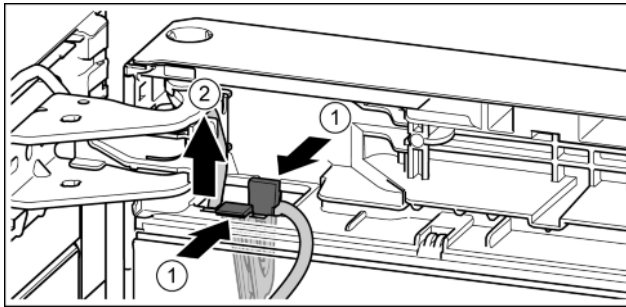

Fig. 19
- ▶ Lasche drücken. *Fig. 19 (1)*
- ▶ Kabelhalter mit daran befestigtem Kabel herausziehen. *Fig. 19 (2)*